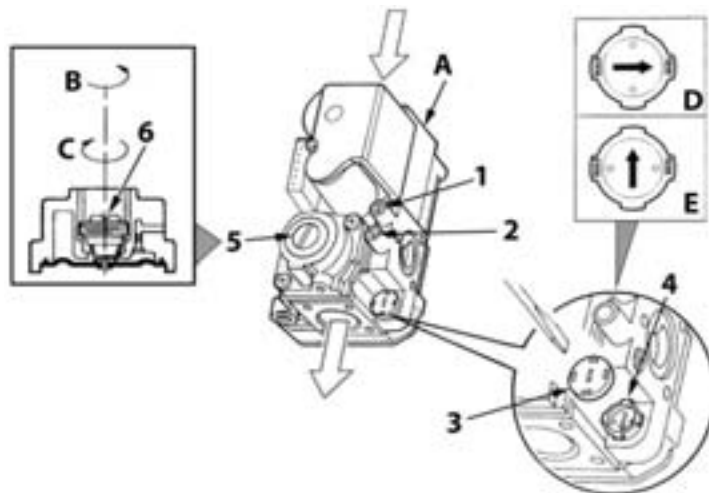

Рис. 18. Настройка подачи газа
Обратите внимание: установленная на котле «GA 120» рабочая мощность должна соответствовать данным, указанным в таблице технических характеристик (раздел 5.3). Отсоедините газовый клапан и убедитесь, что он снабжен на выходе специальной газовой дросселирующей шайбой (корректировка расхода). Для замены вентиля необходимо туго закрутить регулировочный винт 6 (рис. 18).
- Продуйте газопровод с помощью входа 1 газового клапана (рис. 18).